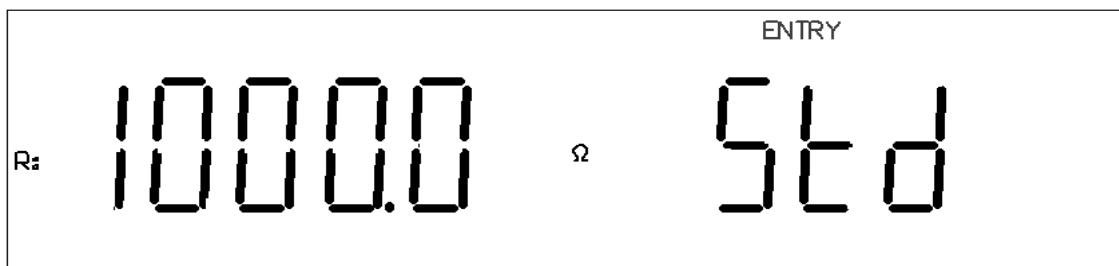

图 3-6 标称值参数设定
10. 按 [▶] 键，副参数显示区“STD”闪烁，主参数显示区显示当前标称值。如图3-6所示。